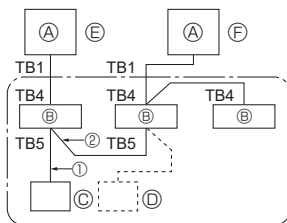

Fig. 9-1
9. Systemkontroll (Fig. 9-1)
- ⑤ SW 1 - 3 ~ 6